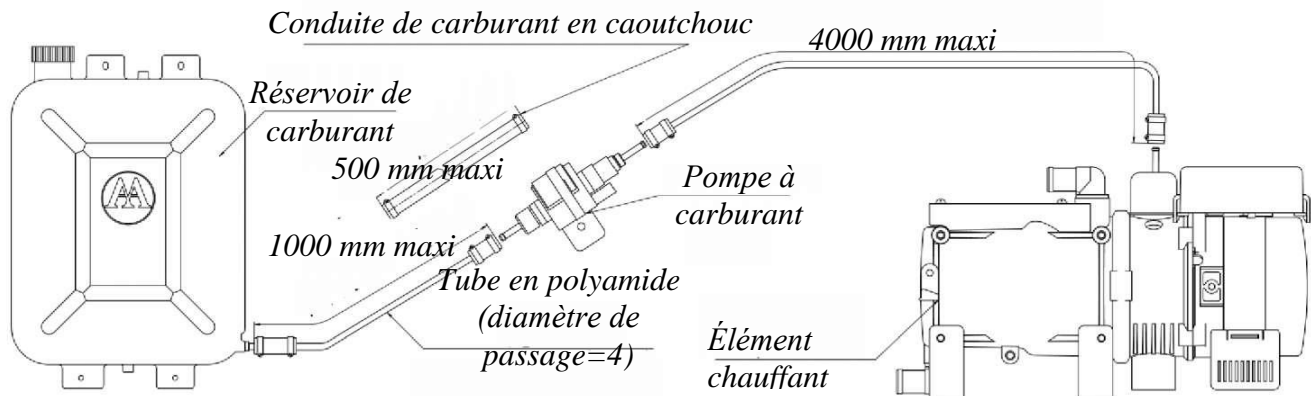

Fig.9 - Schéma de raccordement de la conduite de carburant aux composants du réchauffeur moteur
10.6.1 La pompe à carburant est de préférence montée plus près du réservoir de carburant et en dessous du niveau inférieur de carburant dans le réservoir de carburant. Pour satisfaire à cette exigence, il est permis de retirer la pompe à carburant du réchauffeur alors que les flexibles de carburant en caoutchouc doivent être coupés en morceaux longs de 70 mm et utilisés comme raccords. Il est nécessaire de modifier le câble reliant la pompe à carburant et l'unité de commande, c'est-à-dire changer le bloc de connexion et utiliser une rallonge. Raccorder la conduite de carburant à la pompe à carburant, au réservoir de carburant et au tuyau de carburant de l'élément chauffant conformément à la fig.9.